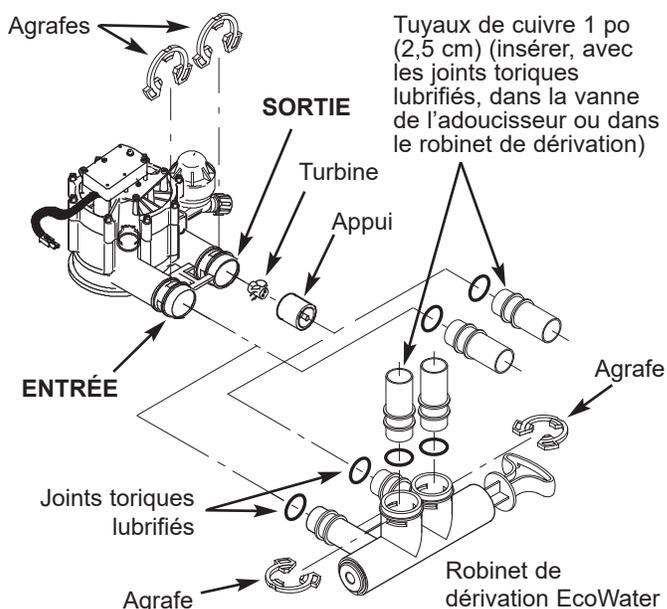

FIG. 6
- Pose d'un robinet de dérivation simple : placez les joints toriques lubrifiés dans le robinet, puis insérez-le dans les orifices d'entrée et de sortie de la vanne (cf. Figure 6).
- Pose de trois robinets de dérivation : placez les joints toriques lubrifiés dans les tuyaux de cuivre; insérez un tuyau dans l'orifice d'entrée, puis l'autre dans l'orifice de sortie de la vanne (cf. Figure 6).